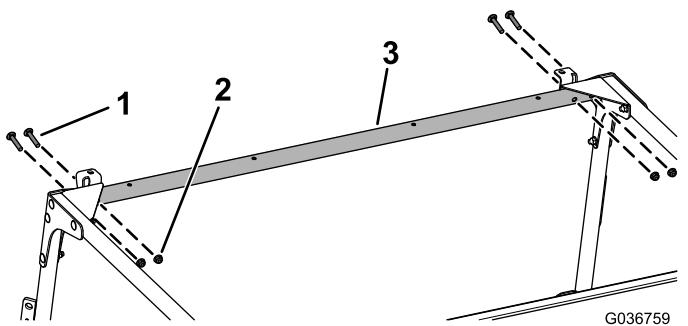

Bild 30
9. Befestigen Sie die vordere Querverbindung lose mit vier Schlossschrauben (5/16" x 1 3/4") und vier Bundmuttern (5/16") an den vorderen Befestigungshalterungen und den Eckenverstärkungen, wie in Bild 30 abgebildet.